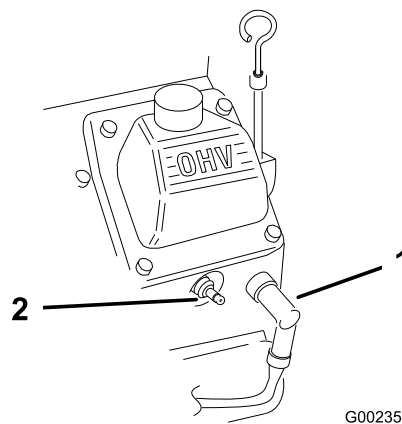

Figure 28
- Débranchez le fil des bougies (Figure 28).
- Rebranchez le fil des bougies (Figure 28).